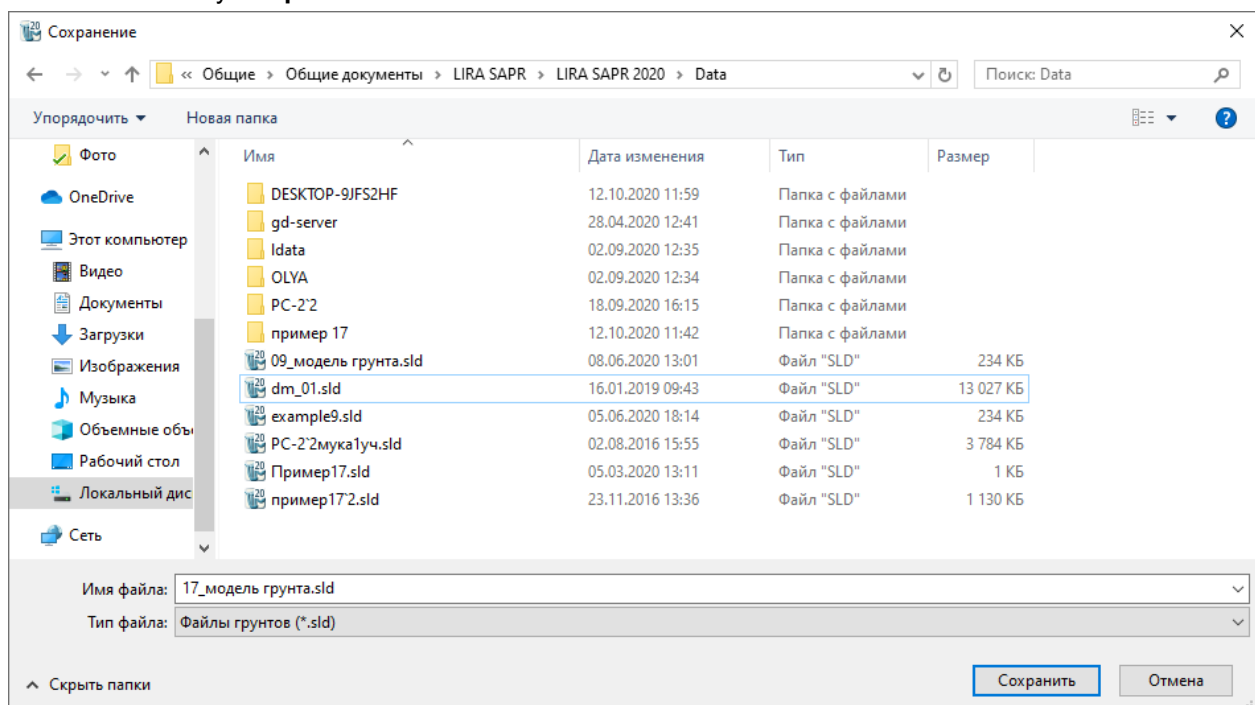

Рис. 17.1. Діалогове вікно **Зберегти як**
- У діалоговому вікні **Зберегти як** (рис. 17.1) задайте: